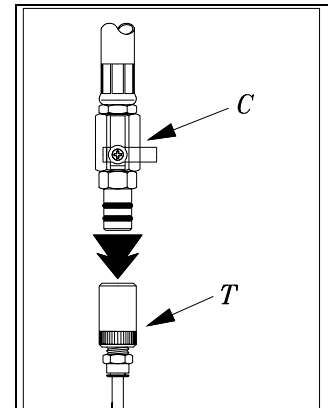

Abb. 10
1. Den Ölstands - Stab aus dem **WARMEN** Motor nehmen und hier die Sonde "T" mit dem größtmöglichen Durchmesser tief einführen (siehe Abb. 10 und Generalschema Seite 3). Danach den Anschluß des Ansaugschlauchs in die in den Motor eingeführte Sonde einstecken.
2. Den Hahn "C" öffnen (siehe Abb. 10 und Generalschema Seite 3), wobei die Sonde im Öl eingetaucht bleiben muß und darauf zu achten ist, daß der Boden zur Vermeidung einer möglichen Einschließung nicht berührt wird.